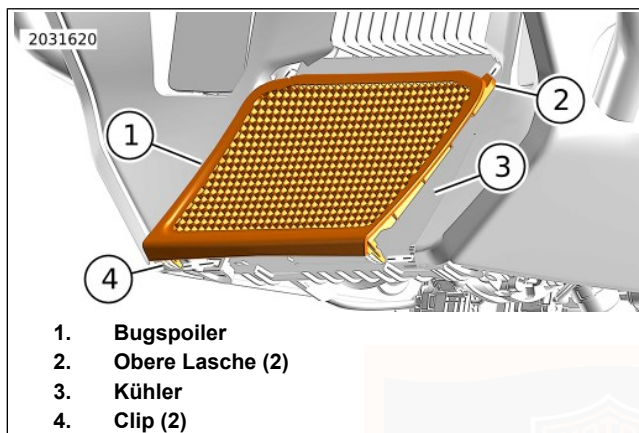

Abbildung 135. Bugspoiler
1. Siehe Abbildung 135. Bugspoiler ausbauen.
- a. Die Unterseite des Bugspoilers (1) gerade nach vorne ziehen, bis sich die Clips (4) lösen.
- b. Den Bugspoiler absenken, um die Laschen (2) oben zu lösen.
2. Ablagerungen von den Kühlerlamellen (3) entfernen.
- a. Sicherstellen, dass die Clips (4) am Bugspoiler (1) richtig sitzen.
- b. Den Bugspoiler mit den Laschen (2) in die Schlitze einsetzen.